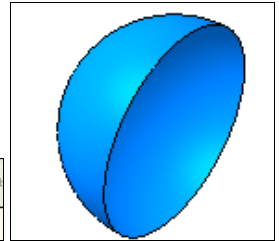

Рис. 24.5. Модель 17
- ◆ нажмите кнопку **Создать объект**. Система построит поверхность вращения (рис. 24.5). Сохраните полученную поверхность вращения под именем **Модель 17**. В Дереве модели появился элемент **Поверхность вращения:1** со своей пиктограммой.